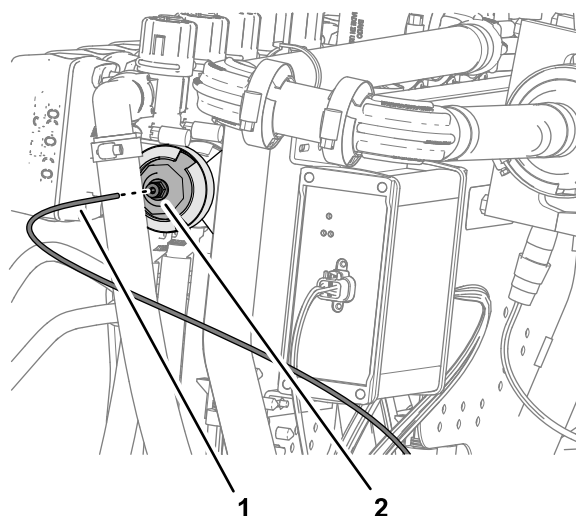

Figura 135
1. Alinee el extremo del tubo del sensor de presión (plástico) del indicador de presión del panel de instrumentos con el anillo de bloqueo del acoplamiento del tubo (Figura 135).
2. Inserte el tubo del sensor en el anillo de bloqueo hasta que el tubo esté correctamente asentado (Figura 135).